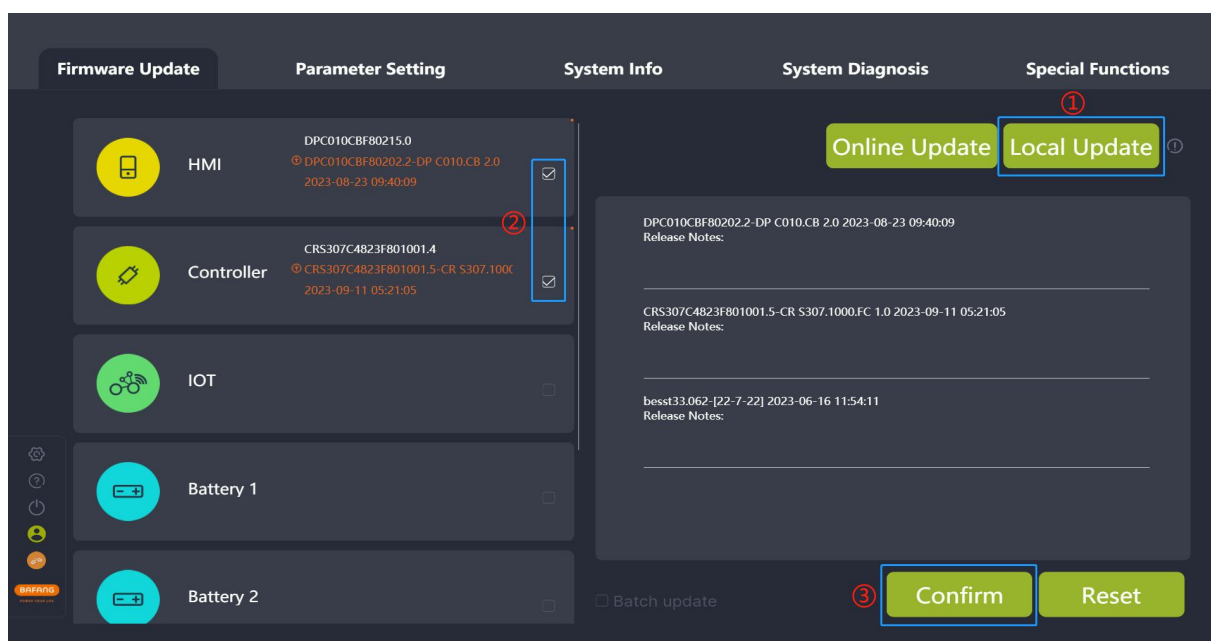

图 4-13 本地升级
- (1) 如果是本地升级，点击“本地升级”，从本地选中多个需升级的固件后，勾选需升级的部件（如图 4-13）；